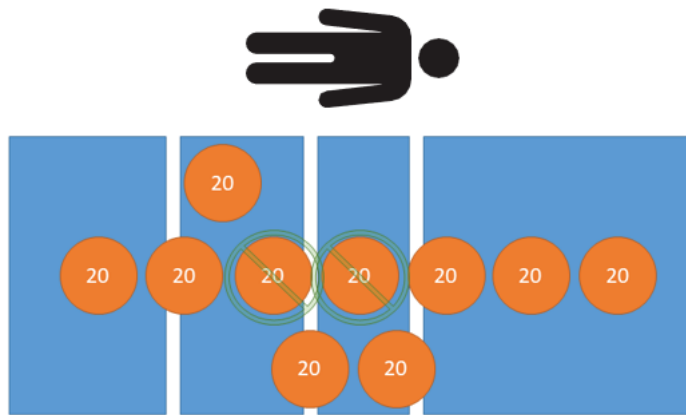

Figura 31 – Ensaio de tara - 160 kg líquidos
6. Utilizando pesos calibrados, coloque 160 kg no produto (Figura 31).
8. Utilizando pesos calibrados, coloque 160 kg no produto (Figura 31).